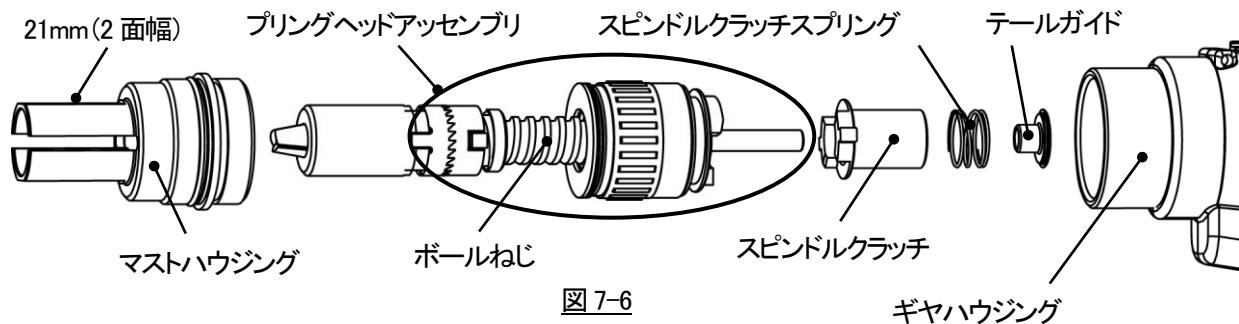

図 7-6
①7-1②の要領でノーズハウジングをツール本体より取り外して、交換してください。
②21mmスパナを使用してマストハウジングを右に回し(左ねじ)で緩め、ツール本体より取り外してください。このとき外れてくる部品を(図 7-6)示します。